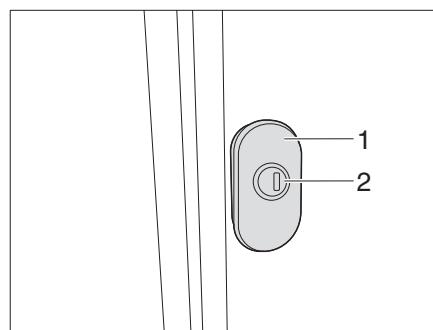
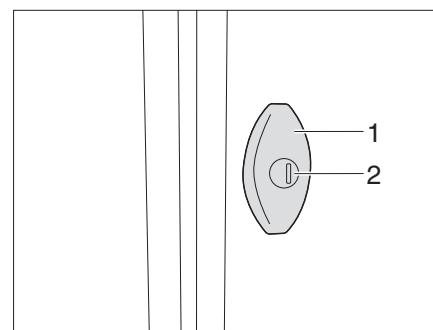

Fig. 30 Manopola di chiusura girevole (variante 1)
Fig. 31 Manopola di chiusura girevole (variante 2)
- Inserire la chiave nel cilindro della serratura (Fig. 30/Fig. 31,1) e ruotare di un quarto di giro. La serratura dello sportello è sbloccata.
- Tirare la manopola di chiusura girevole (Fig. 30/Fig. 31,2) e ruotare di 180° in senso antiorario. Lo sportello esterno è aperto.